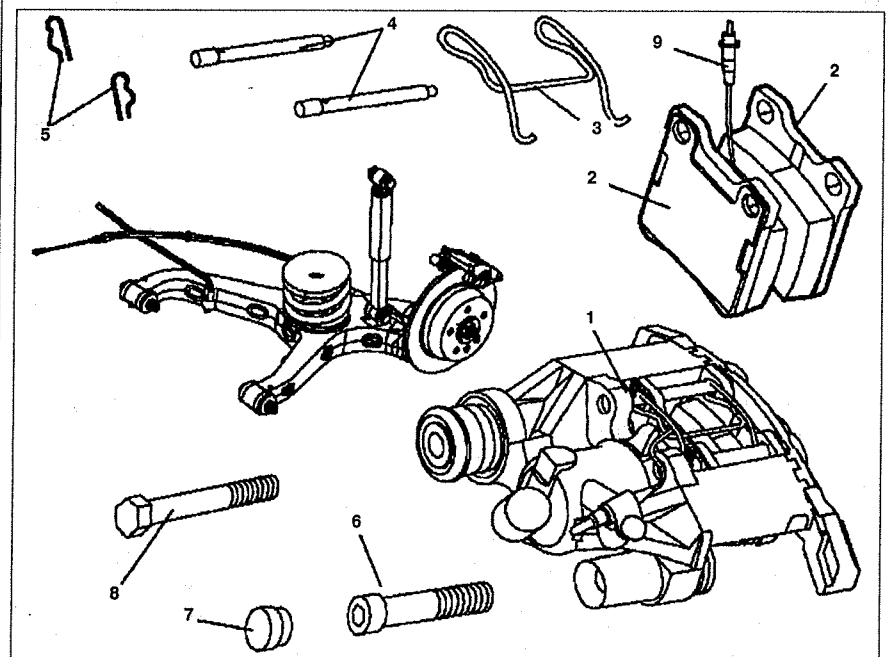

Рис. 9.9. Тормозные колодки заднего тормозного механизма:
3. Снимите шплинты 5 крепления пальцев 4 (см.рис.9.9).